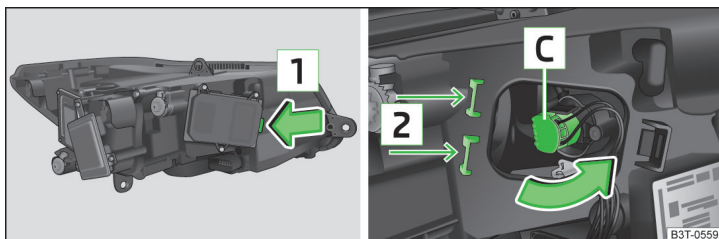

Fig. 202 Faruri cu xenon: Înlocuirea becului luminii de drum
- Deblocați și scoateți capacul de protecție în sensul săgeții **1** » fig. 202.